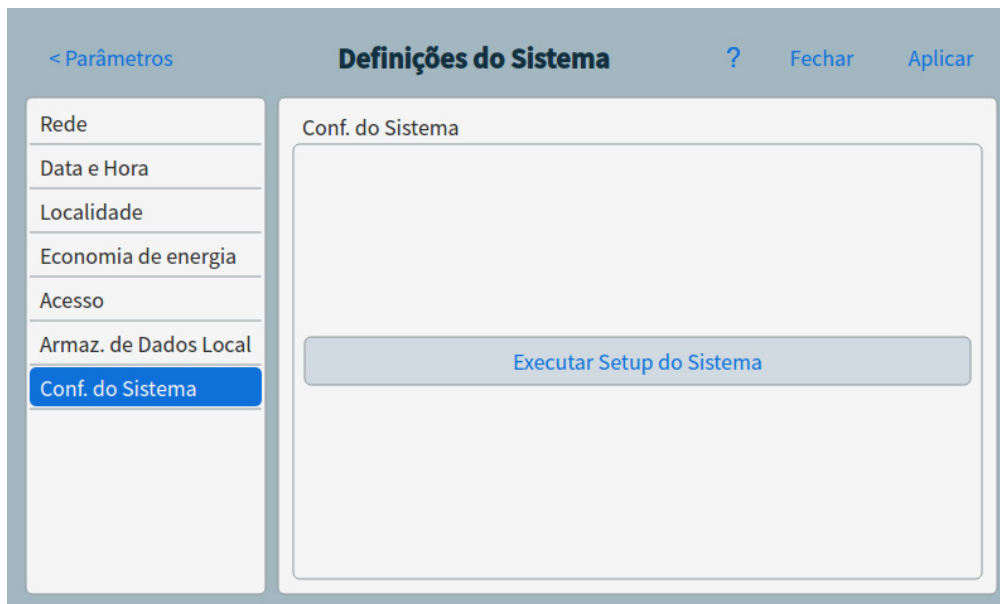

Figura 60. Página Configuração do Sistema
- 1 Na página Parâmetros do Sistema, pressione o botão de seleção de página **Configuração do Sistema**. A página Configuração do Sistema é exibida. Consulte a Figura 60.